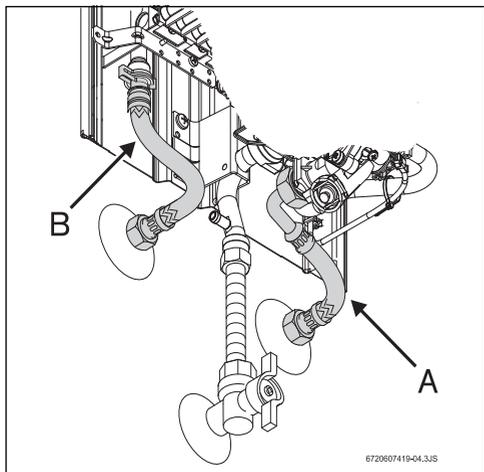

Fig. 13 Raccordement d'eau
- Identifier le tuyau d'eau froide (Fig. 13, [élément A]) et le tuyau d'eau chaude (Fig. 13, [élément B]), afin d'éviter l'éventualité d'une fausse connexion.